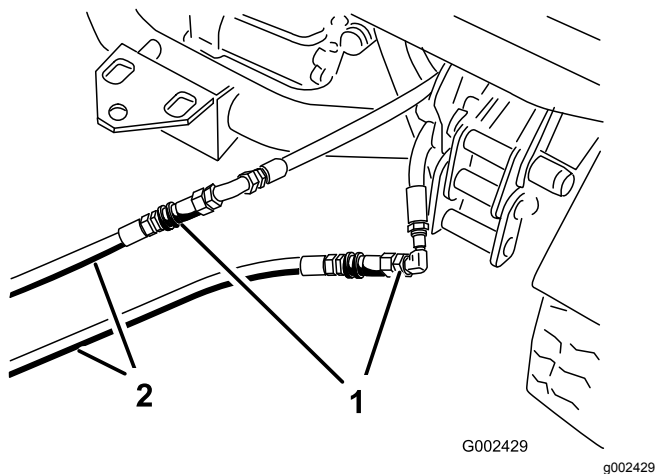

Figura 70
3. Sulla macchina in panne collegate i due tubi d'intervento ai tubi scollegati in precedenza (Figura 70).